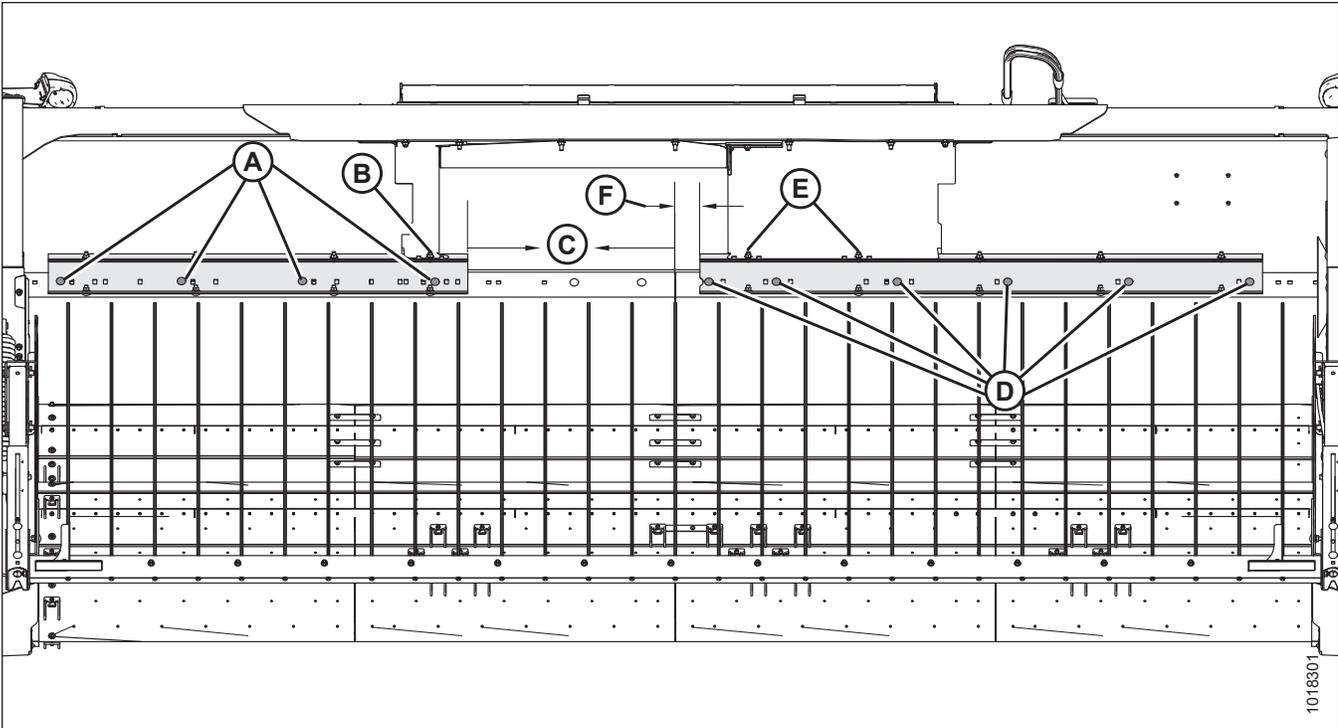

Figura 3.139: Configuración de fábrica 816 mm (32-1/8 pulgadas)
1. Afloje tres pernos (A) y quite la cubierta (B) en ambos lados de la plataforma para exponer el herramental de fijación del soporte de alimentación.
- Figura 3.139, página 96